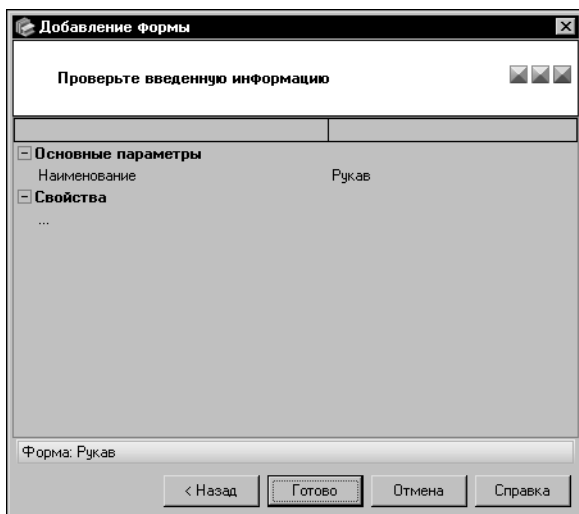

Рис. 6.16. Мастер добавления формы: шаг 3
9. В окне третьего шага мастера (рис. 6.16) проверьте правильность введенных сведений.